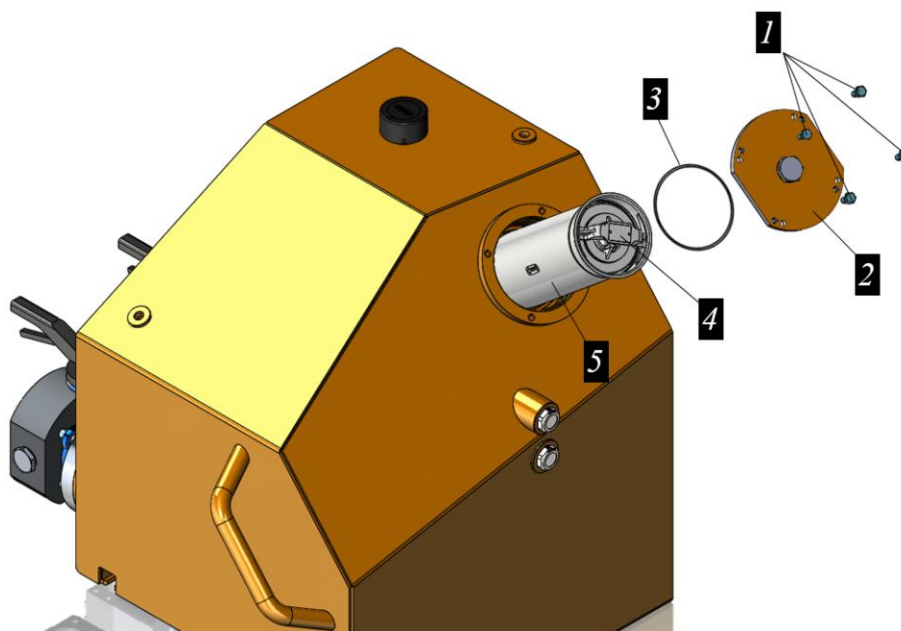

Рисунок 5.50. Процедура замены фильтра в сливной линии
- ▶ Очистить крышку фильтра 2 сливной линии и зону рядом с ней от загрязнений, рис. 5.50.